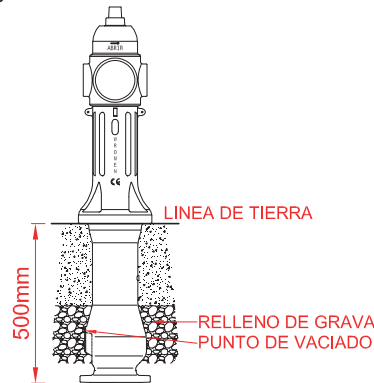

Fig.1
- 3. FINALIZACIÓN DE LA OBRA:** Una vez comprobada la estanquidad de la red, finalice la instalación cubriendo el terreno según indicado en la Fig. 1.